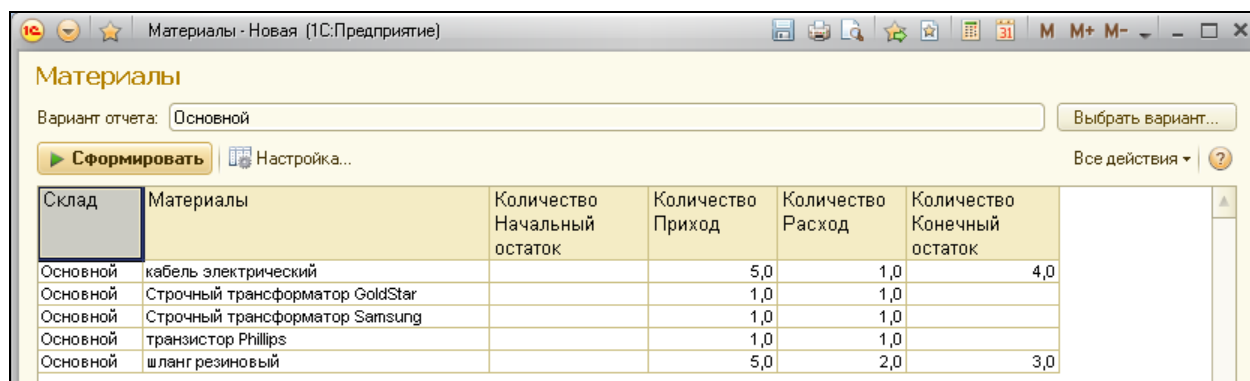

Рисунок 4.6 Отчет «Материалы»
10. В режиме 1С:Предприятие открыть любую из подсистем, отчет **Материалы**, нажать кнопку **Сформировать** (Рис.4.6).